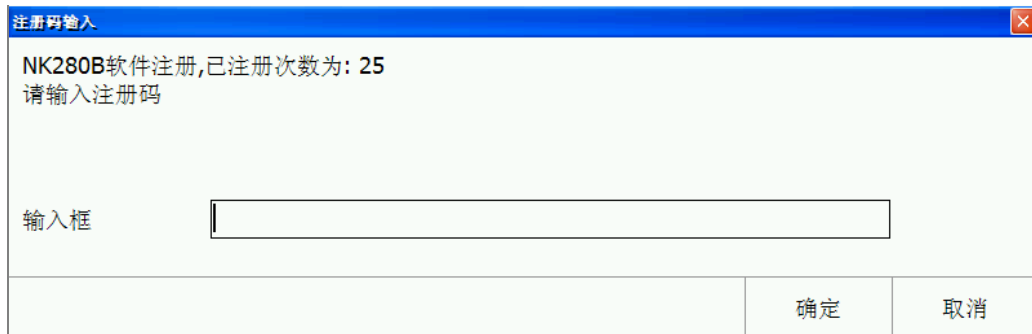

图 3-26 注册对话框
2. 操作：<系统> →<C 系统信息>（打开图 3-24 所示界面） →<F1 注册>（弹出图 3-26 所示对话框） →（输入注册码） →<F6 确定>或<Enter 回车> →（断电重启，注册成功）。